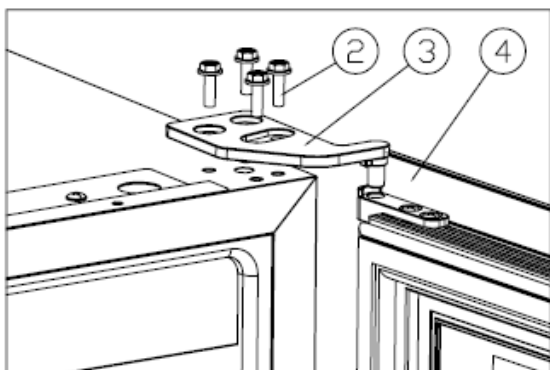

Figure 1
Dévissez les vis M5*16 (2), démontez la charnière supérieure droite (3) et retirez la porte. [Figure 1].